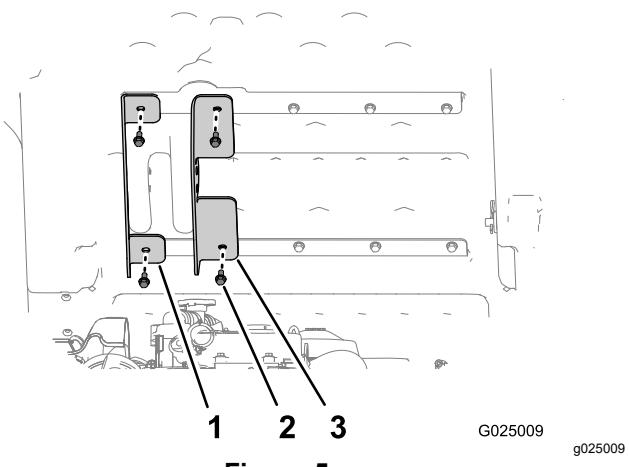

Figura 5
3. Alinee el soporte de elevación exterior izquierdo (con pestañas cortas) con los taladros exteriores de los refuerzos superior e inferior de la caja (Figura 5).
4. Sujete el soporte de elevación exterior a la plataforma con los 2 pernos que retiró en el paso 1 y apriete los pernos a mano (Figura 5).
5. Alinee el soporte de elevación interior (con pestañas largas) con los orificios interiores de los refuerzos superior e inferior de la caja (Figura 5).
6. Sujete el soporte de elevación interior a la plataforma con los 2 pernos que retiró en el paso 2 y apriete los pernos a mano (Figura 5).
- Apriete los 4 pernos (5/16" x ¾") que sujetan los soportes de elevación interior y exterior a la caja (Figura 5) a 15–16,6 N·m.